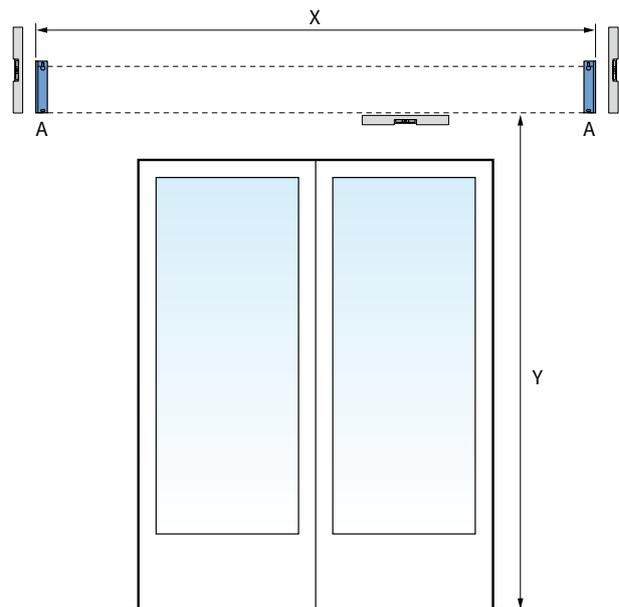

Abb. 1.2 Anordnung der Wandhalterungen
Markieren Sie die Bohrlöcher der Wandhalter (A) auf der Wand sowie Maß X und Y. Siehe Abbildung 1.2. Sorgen Sie dafür, dass die oberen Montagelöcher in der Mitte eines Steins befinden. Verwenden Sie gegebenenfalls eine Kordel zum Ausrichten.
1. Messen Sie die Wandstreifen sorgfältig auf der Wand aus sowie das Breitenmaß X in Abbildung 1.2. Die Wandstreifen müssen sowohl horizontal als auch vertikal wasserwaagengenau ausgerichtet werden. Sorgen Sie dafür, dass sich die Montagelöcher in der Mitte eines Steins befinden. Verwenden Sie gegebenenfalls eine Kordel zum Ausrichten.